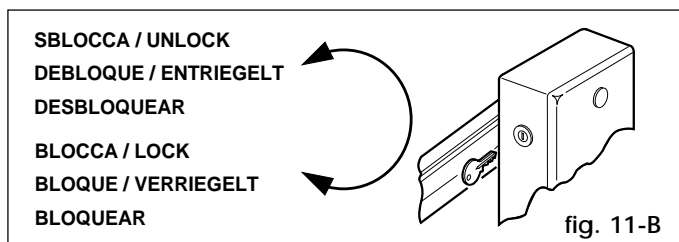

fig. 11-B
- Insertar la llave triangular estándar (Fig. 11-A) o personalizada (Fig. 11-B) en la cerradura, y darle una vuelta **hacia la izquierda**.